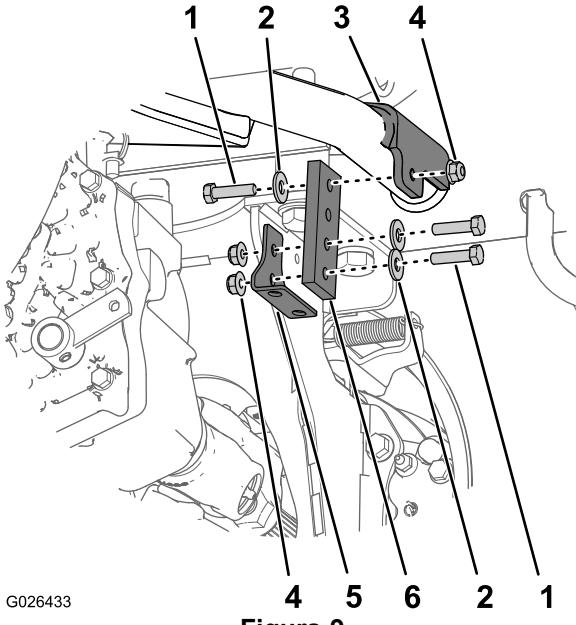

Figura 9
1. Allineate 2 dei fori sull'altro supporto dello scarico con i fori sulla staffa del tubo di scarico (Figura 9).
2. Montate il supporto dello scarico sulla staffa del tubo di scarico con 2 bulloni (5/16 x 1-1/4 poll.), rondelle e dadi di bloccaggio flangiati (Figura 9).
3. Allineate i fori all'altra estremità del supporto dello scarico con il foro sull'aletta di montaggio sul tubo di supporto del serbatoio (Figura 9).
4. Montate il supporto dello scarico sull'aletta di montaggio con 2 bulloni (5/16 x 1-1/4 poll.), rondelle e dadi di bloccaggio flangiati (Figura 9).